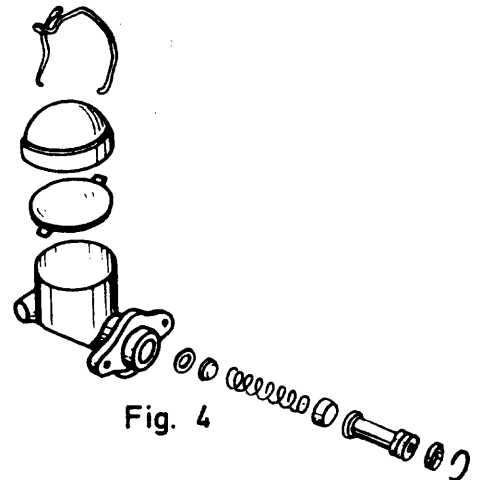

Fig. 4
- d Coloque los elementos en el orden indicado (fig.4).